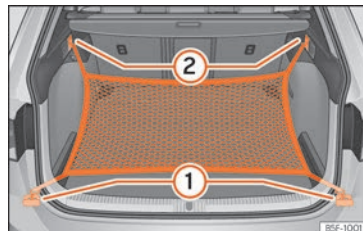

Abb. 152 Im Gepäckraum: Ösen ① und Haken ② zum Einhängen des Gepäckraumnetzes (Modell SPORTTOURER ST).
- Hängen Sie die kurzen Haken des Netzes in die Verzurrösen »» Abb. 152 ① »» ⚠ ein. Der Reißverschluss des Gepäckraumnetzes muss dabei nach oben zeigen.
- Befestigen Sie die Spanngurte in den Taschenhaken ②.